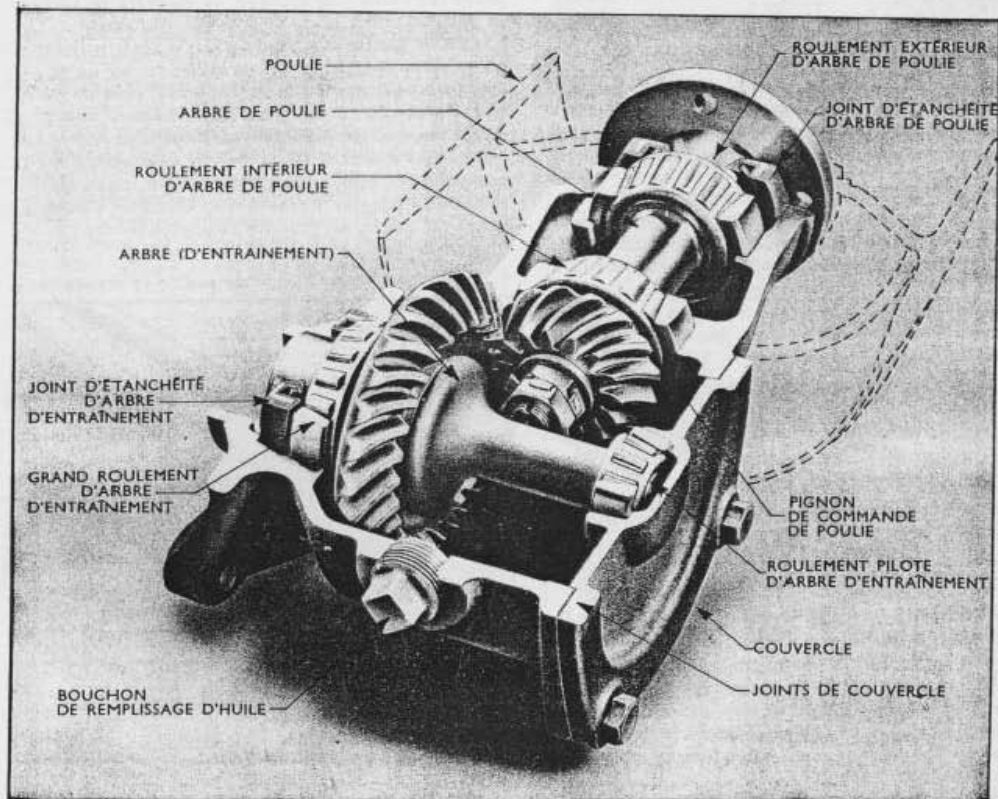

Fig. 7
5. Redresser les pattes de l'arrêt se trouvant entre les deux écrous de blocage à l'extrémité intérieure de l'arbre de poulie (voir FIG. 7). Déposer les écrous de blocage, la rondelle de blocage et la rondelle plate afin de pouvoir retirer l'arbre de poulie du carter; s'il y a lieu, utiliser un mandrin spécial de laiton ou de cuivre qu'on appuiera contre la bride de l'arbre. Quand on extrait l'arbre du carter, il se dégage tout d'abord du renvoi d'angle puis du roulement intérieur qui restent à l'intérieur du carter; au contraire, le roulement extérieur vient avec l'arbre, entraînant également le joint d'étanchéité. Une fois l'arbre retiré du carter, en extraire le pignon de renvoi d'angle et le roulement conique intérieur.
Le pignon de renvoi d'angle qui fait corps avec l'arbre d'entraînement et le pignon de commande d'arbre de poulie (voir FIG. 7) constituent
1. Pour changer le joint d'étanchéité de carter, utiliser l'outil T. 7087 avec la poignée 550; introduire l'outil par l'ouverture du couvercle de carter et placer le joint dans le logement prévu à cet effet dans le carter. S'assurer que le bord étanche du joint regarde vers l'intérieur du carter (voir FIG. 7).